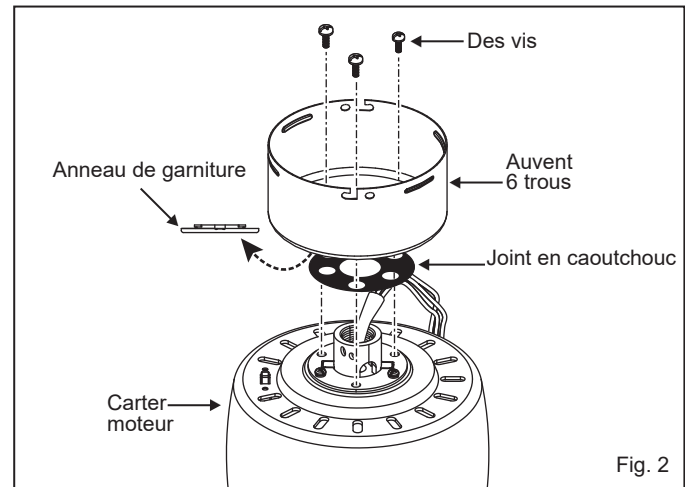

Fig. 2
2 Retirez l'anneau de garniture de l'auvent pour exposer les 6 trous de montage. Faites passer les fils du ventilateur à travers le joint en caoutchouc et le capot et positionnez le capot sur le collier de montage au-dessus du ventilateur. Les 2 vis de sécurité du collier ne seront pas utilisées et pourront être vissées jusqu'au collier pour faciliter la fixation de la verrière. (Fig.2)
- 3 Desserrez les deux vis de sécurité et retirez la goupille de la tige de suspension et la clavette de l'accouplement sur le dessus de l'ensemble moteur. (Fig.2)